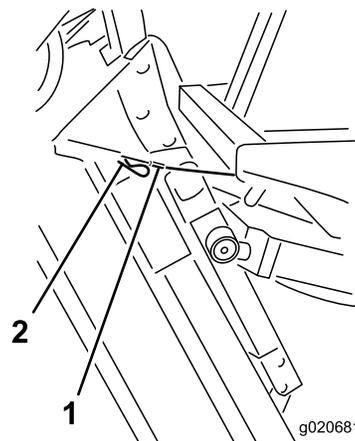

Bild 83
6. Halten Sie das Mähwerk dann in der aufrechten Stellung, bringen das Kabelende über dem Stift am Mähwerkhubarm an und befestigen es mit einem Splint (Bild 83).